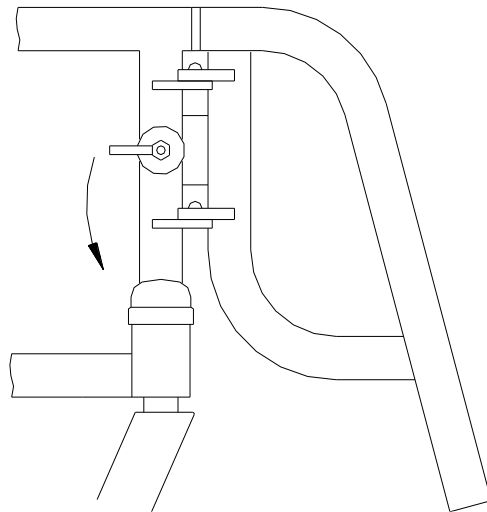

Figura 10
- Si usted compra una silla de ruedas con un soporte de pierna desmontable de aleación de aluminio, gire el soporte de la pierna para bloquear la manija durante el desmontaje, el soporte de la pierna puede girar hacia fuera y se puede levantar después de girar un cierto ángulo; Durante el corte, alinee los orificios de posicionamiento superior e inferior del soporte de la pierna con los pasadores de posicionamiento del marco y colóquelo, luego gírelo suavemente hacia el interior hasta que vuelva a colocarse automáticamente y se fije. (Véase la figura 10)